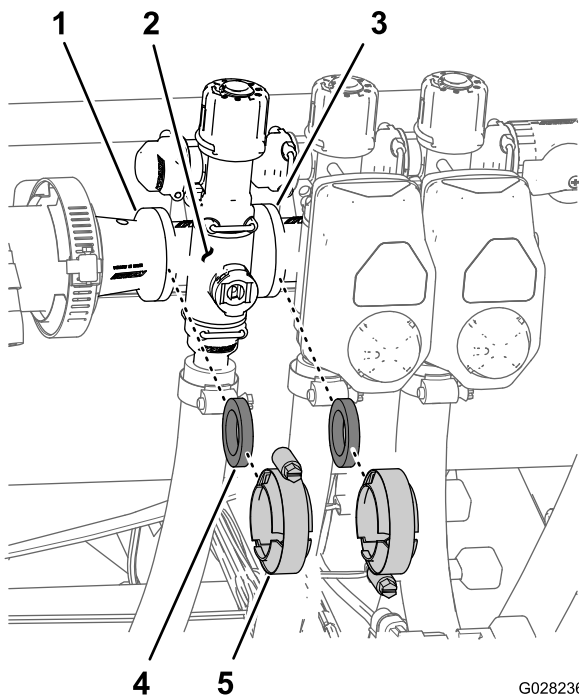

Bild 114
1. Entfernen Sie die Klemmen und Dichtungen, mit denen der Verteiler für das Abschnittventil (**Bild 114**) an dem danebenliegenden Abschnittventil (falls links, Abschnittventil und Reduzierkupplung) befestigt ist.